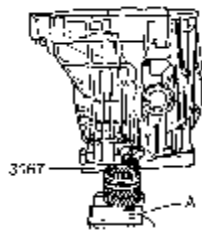

图 9-83 夹紧主动轴
(1) 把主动轴连同保护蹄片 A 夹紧到虎钳中，如图 9-83 所示。